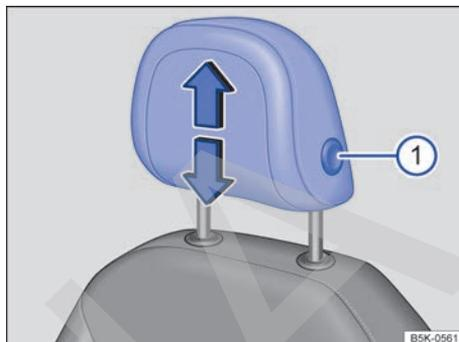

Fig. 38 Apoyacabezas delantero: ajustar.
- Desplace el apoyacabezas en el sentido de una de las flechas: o bien hacia arriba, o bien hacia abajo a la vez que presiona la tecla → fig. 38 ① → ▲.
- Baje el apoyacabezas a la vez que presiona la tecla → fig. 38 ①.